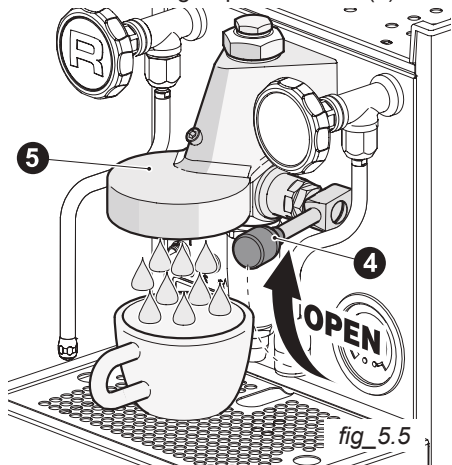

fig. 5.5
- Relever complètement le levier de commande de distribution du café (4 - fig. 5.5). Vider une tasse d'eau chaude de la tête du groupe d'infusion (5).